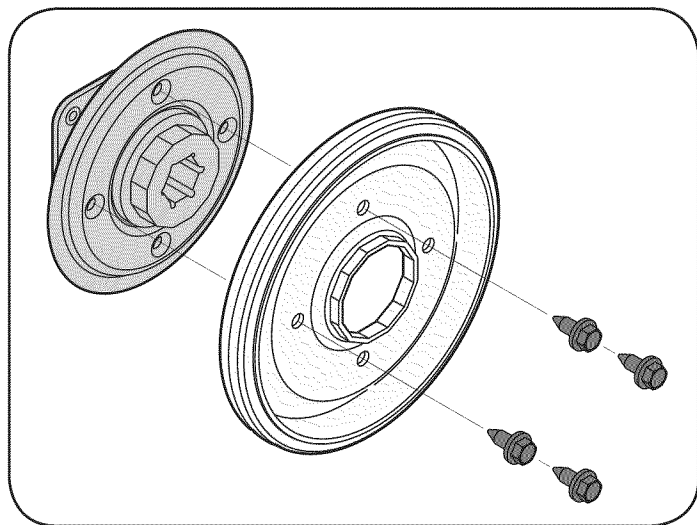

Figura 38
7. Retire cuatro tornillos que fijan la rueda de fricción para el eje de montaje (consulte la Figura 38). Desechar las viejas ruedas de fricción.